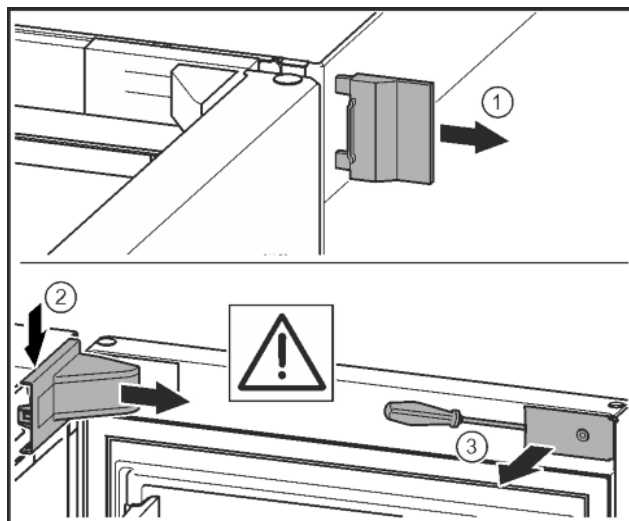

Fig. 7
- ▶ Togliere la copertura esterna. Fig. 7 (1)
- ▶ Sganciare e staccare la copertura del blocco di supporto. Asportare la copertura del blocco di supporto. Fig. 7 (2)
- ▶ Con un cacciavite liberare la mascherina e girarla lateralmente. Fig. 7 (3)